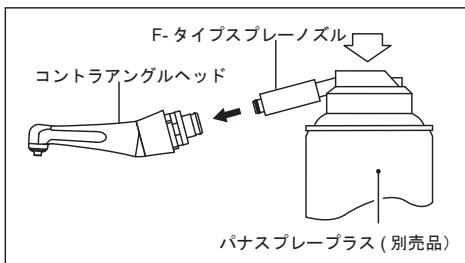

図 8
- 2) スプレーノズルをコントラアングルヘッド後部へ挿し込み、コントラアングルヘッドを押さえて、コントラアングルヘッド先端よりオイルが出るまで2~3秒スプレーします。注油は先端から異物等の汚れが出なくなるまで繰り返し行います。(図8)